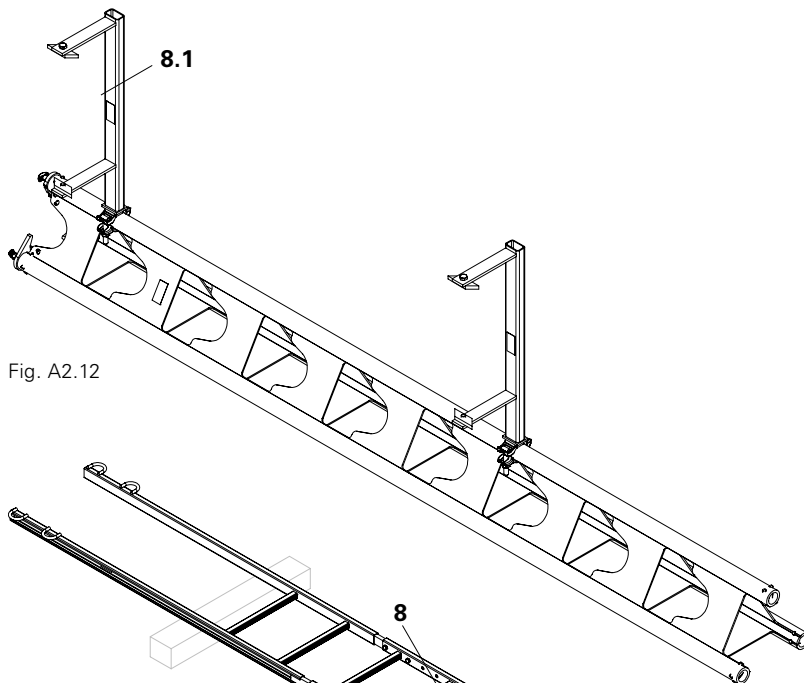

Fig. A2.12
1. Fastgør Stigetilslutning HD 200 (8.1) med Kobling på HD Støttens flange. (Fig. A2.12)
2. Formontér stigen (8) til den ønskede længde.